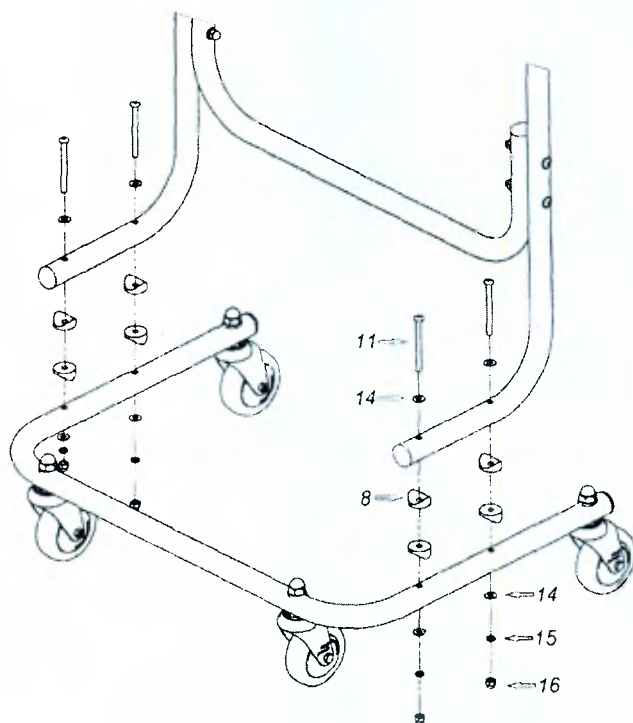

Рисунок 12.
Полученную конструкцию установите на собранное основание через установочные шайбы (8) и зафиксируйте ее с помощью винтов М6х65 (11), шайб А6 (14) и (15) и гайк М6 (16) (рис. 12).